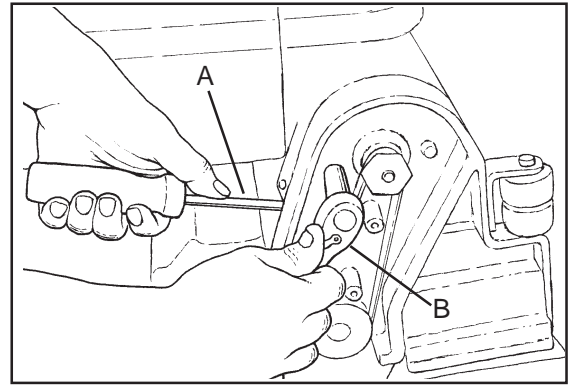

Figure 36
- c. Utilisez un petit levier ou un gros tournevis pour soulever le moteur afin d'obtenir la tension de courroie correcte. Soulever le moteur près de l'endroit où le moteur est en contact avec la coulée de la tête de la brosse (voir figure 36, A).
- d. Maintenez la tension et resserrez les deux vis (voir figure 36, B).